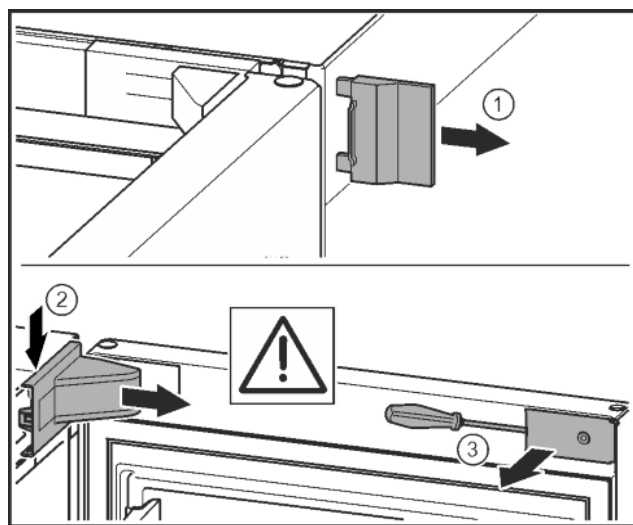

Fig. 9
- Zdjąć zewnętrzną osłonę. Fig. 9 (1)
- Wyczepić i poluzować osłonę płytki zawiasu. Zdjąć osłonę płytki zawiasu. Fig. 9 (2)
- Przy pomocy śrubokręta wyczepić zaślepkę i odchylić w bok. Fig. 9 (3)